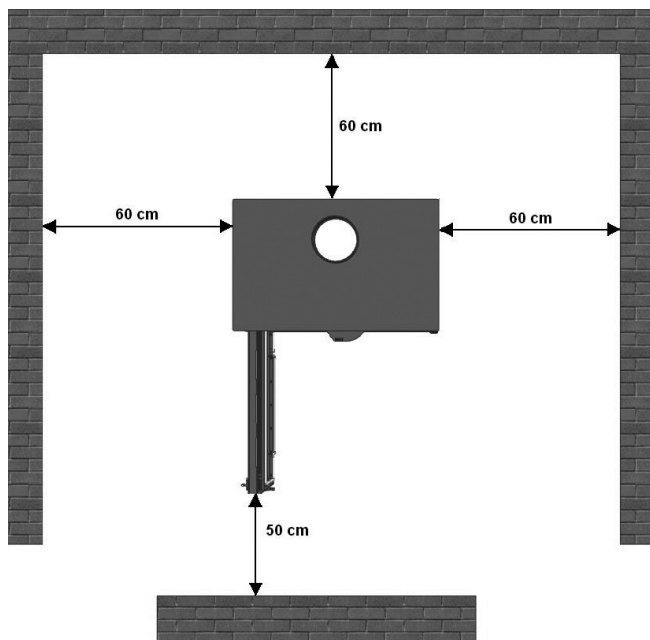

FIG. 6 - DISTANZE DI SICUREZZA
- Quando si installa l'apparecchio, occorre ricordare le distanze di sicurezza necessarie, sia dello stesso che della canna fumaria, dalle superfici combustibili (pareti in legno o tappezzate, pavimento in legno, ecc.). La distanza di sicurezza deve essere rispettata quando il rivestimento delle pareti o delle zone nei pressi dell'apparecchio può essere soggetto a deterioramento o deformazione a causa della temperatura (vernici, pitture, PVC, ecc.) **Fig. 6**